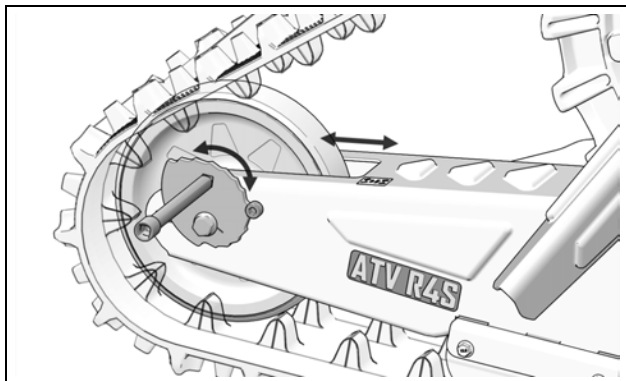

Figure 27
- Tourner la came et ajuster la tension le plus près de la tension recommandée. Figure 27.